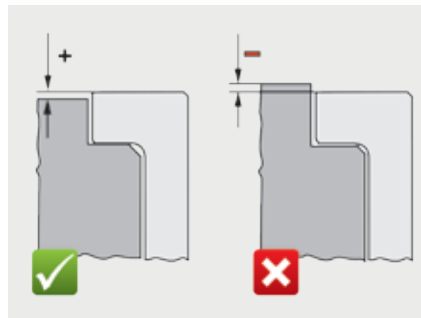

Abb. 7: Korrekter Buchsenbundüberstand (links)
- Steht der Buchsenbund nicht um das vorgeschriebene Maß über die Zylinderdichtfläche hinaus bzw. steht er ein Stück zurück (Abb. 7) wird die Zylinderlaufbuchse bei der Montage nicht stark genug auf den Buchsensitz gepresst. Im Betrieb kann dies die Zylinderlaufbuchse durch die Pendelbewegung des Kolbens ebenfalls in eine Pendelbewegung versetzen. Die dadurch ständig einwirkenden Kräfte führen zum Buchsenbundabriss.